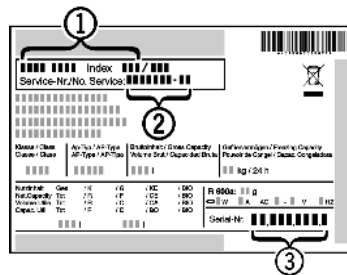

Fig. 60
▶ Считать обозначение устройства Fig. 60 (1), сервисный номер Fig. 60 (2) и серийный номер Fig. 60 (3) с заводской таблички. Заводская табличка находится внутри устройства слева.